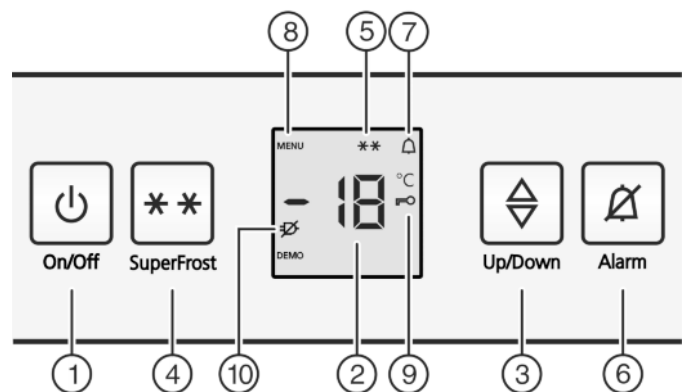

Fig. 2
- Das Symbol SuperFrost Fig. 2 (5) blinkt zusammen mit der Temperaturanzeige.\*
- ▶ Taste On/Off Fig. 2 (1) drücken.
- ▶ Einstellmodus aktivieren: Taste SuperFrost Fig. 2 (4) ca. 5 Sekunden drücken.
- ▷ In der Anzeige wird das Symbol Menu Fig. 2 (8) angezeigt.
- ▶ Mit der Taste SuperFrost Fig. 2 (4) kurz bestätigen.
- ▷ Das Symbol Kindersicherung Fig. 2 (9) leuchtet in der Anzeige.
- ▶ Die Taste On/Off Fig. 2 (1) kurz drücken.
- ▷ Das Symbol Kindersicherung Fig. 2 (9) erlischt.
- ▶ Taste Alarm Fig. 2 (6) drücken.
Gleichzeitig blinkt die Temperaturanzeige und das Symbol Alarm Fig. 2 (7).
Der Tonwarner verstummt automatisch, das Symbol Alarm Fig. 2 (7) geht aus und die Temperaturanzeige hört auf zu blinken, wenn die Temperatur wieder ausreichend kalt ist.